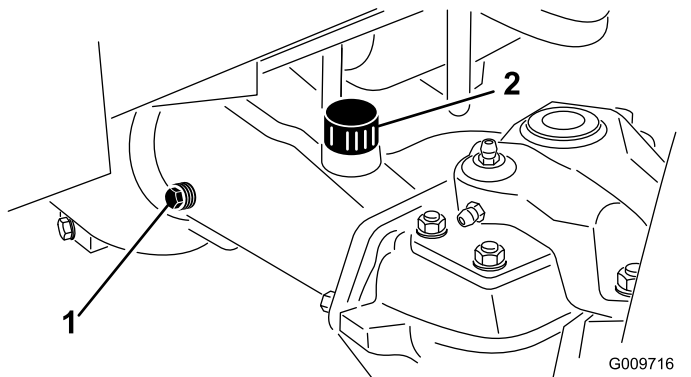

Figura 111
2. Îndepãrtai un buon de verificare de la un capãt al axului i asigurai-vã cã nivelul lubrifiantul este pãnã la partea inferioarã a orificiului (Figura 111).